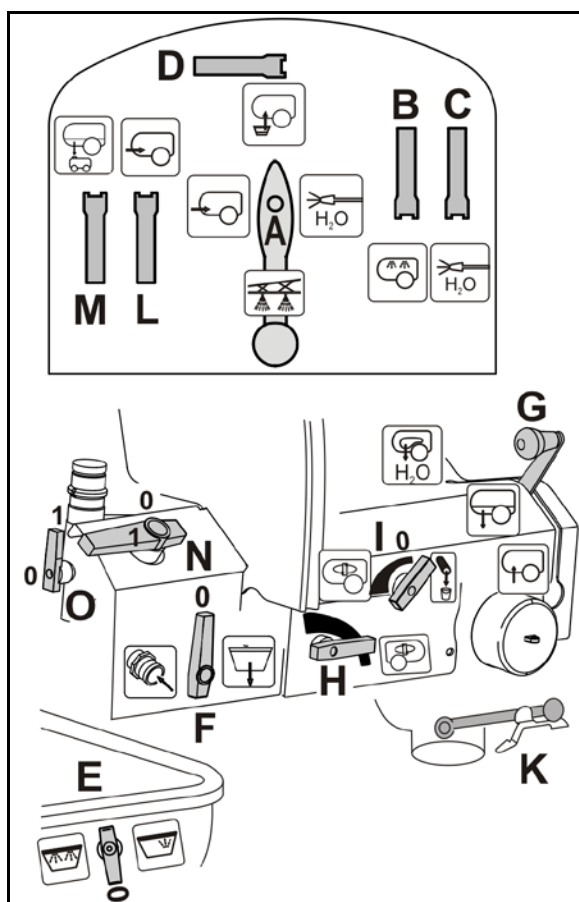

Bild. 149
2. Ta bort tryckfiltret (Bild. 149/1) och rengör det med vatten.